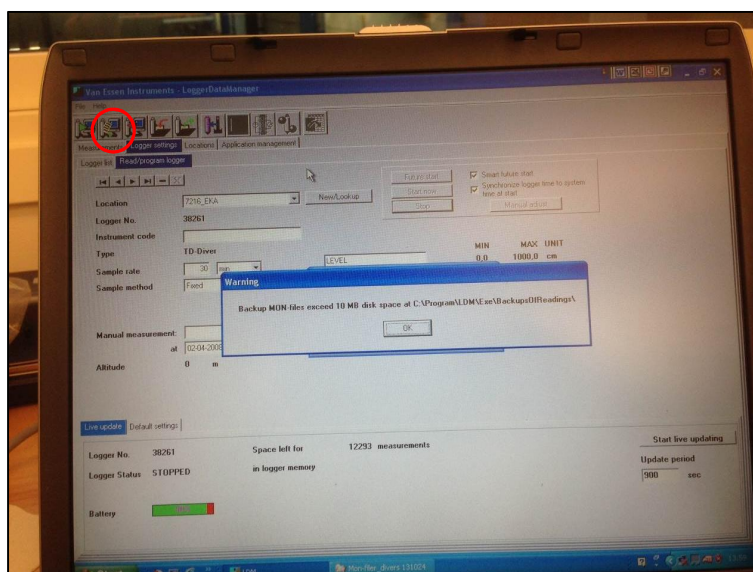

Bild 3
- Sedan på ikonen ”read settings and measurement of connected logger” (röd ring på **Bild 3**). Varningen som kommer upp är bara att trycka OK på, se **Bild 3**